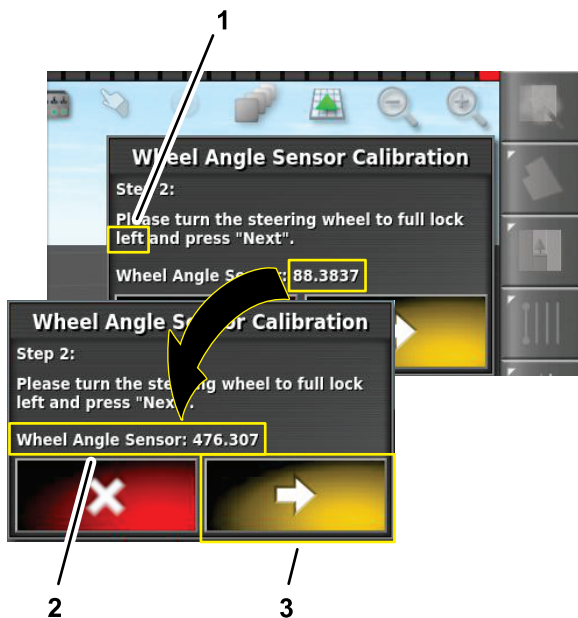

Figure 165
6. À l'étape 2, tournez le volant à fond à gauche jusqu'à la butée, puis appuyez sur l'icône Étape suivante (Figure 165).